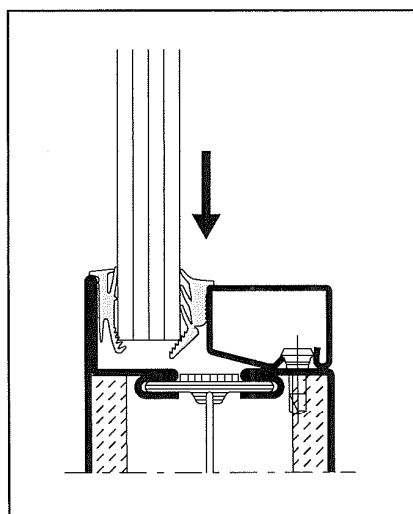

Abb. 19 / Fig. 19 / Fig. 19
- Keildichtung glasleistenseitig eindrücken. Im Eckbereich beginnen und anschliessend in Richtung Mitte eindrücken (Abb. 19).
- Enfoncer les joints côté parclose en commençant dans les angles et en les enfonçant vers le milieu (fig. 19).
- Press in the wedge weatherstrip on the glazing bead side. Commence in the corner and then press in towards the centre (Fig. 19).